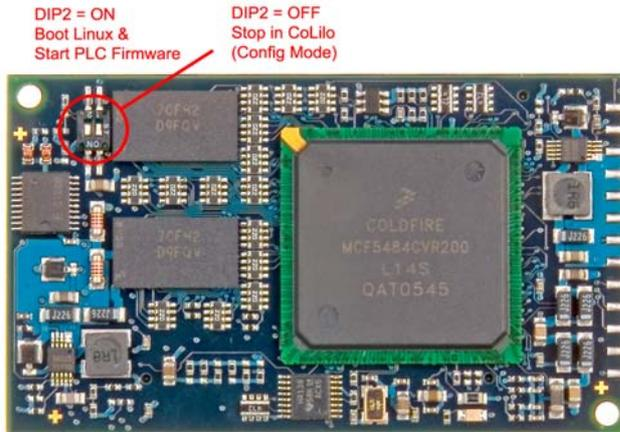

Bild 6: Lage und Bedeutung des DIP-Schalter 2 auf dem ECUcore-5484
| 2 | DIP2 auf ECUcore-5484 = "On" oder Anschluss "/BOOT" = GND | Der DIP-Schalter 2 auf dem ECUcore-5484 und der Modulanschluss "/BOOT" sind elektrisch parallel geschaltet. Die Lage des DIP-Schalter 2 auf dem ECUcore-5484 zeigt Bild 6, die Position des Anschlusses "/BOOT" am Steckverbinder des Moduls ist im Hardware Manual ECUcore-5484 (Manual-Nr.: L-1177) definiert. |
- (1) **DIP2 = "Off" und /BOOT = "High"** DIP2: siehe Bild 6, /BOOT: siehe Manual L-1177, DIP2 und "/BOOT" sind parallel geschaltet
- (2) **Empfang eines SPACE-Zeichens (ASCII 20H) innerhalb 1 Sekunde nach Reset**
Bild 6 zeigt die Lage und Bedeutung des DIP-Schalters 2 auf dem ECUcore-5484. Da dieser DIP-Schalter im eingebauten Zustand des Moduls unter Umständen schwer zugänglich sein kann, ist das damit verbundene Portpin des Prozessors parallel dazu auch als Anschluss "/BOOT" am Steckverbinder des ECUcore-5484 verfügbar (siehe Hardware Manual ECUcore-5484, Manual-Nr.: L-1177).